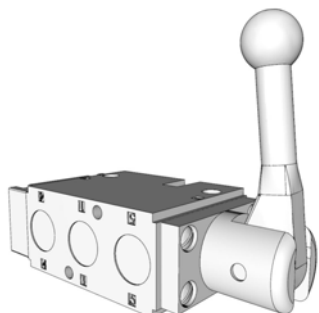

FIG. 15
- Posizione normale: consente la rotazione libera del rocchetto (FIG. 15).